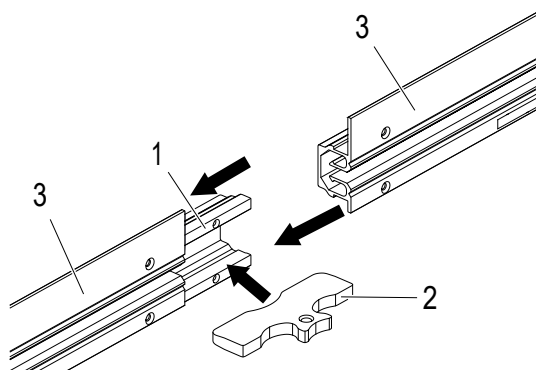
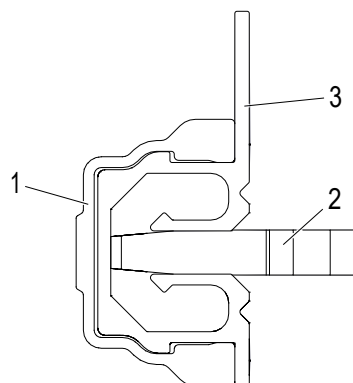
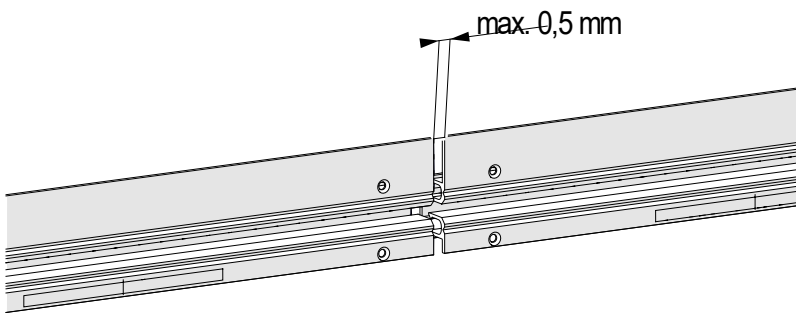
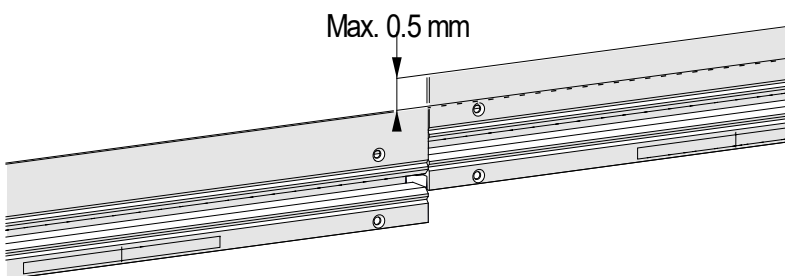

Abb. 77: Verbinder an der ProfiDAT[®]compact Schiene montieren
Abb. 78: Montagehilfe an der Verbinderstelle
Abb. 82: Maximaler Versatz der Verbinderstelle in X-Richtung (Fahrtrichtung)
Abb. 83: Maximaler Versatz der Verbinderstelle in Y-Richtung
- Den Verbinderelement (1) bis zur Mitte auf die erste ProfiDAT®compact Schiene (3) aufschieben. Dann die zweite ProfiDAT®compact Schiene (3) in den Verbinderelement (1) aufschieben.
- Um einen Versatz in der Verbinderstelle zu vermeiden (siehe Abb. 82 und Abb. 83), die Montagehilfe (2) in die Verbinderstelle stecken (siehe Abb. 77). Dabei die Montagehilfe (2) so in die ProfiDAT®compact Schiene stecken, dass sie plan an der Schienen-Innenfläche anliegt (siehe Abb. 78).
Die beiden Schienenenden müssen direkt aneinander anliegen! Der Spalt zwischen den Schienen darf max. 0,5 mm in X-Richtung (Fahrtrichtung) betragen (siehe Abb. 82)!